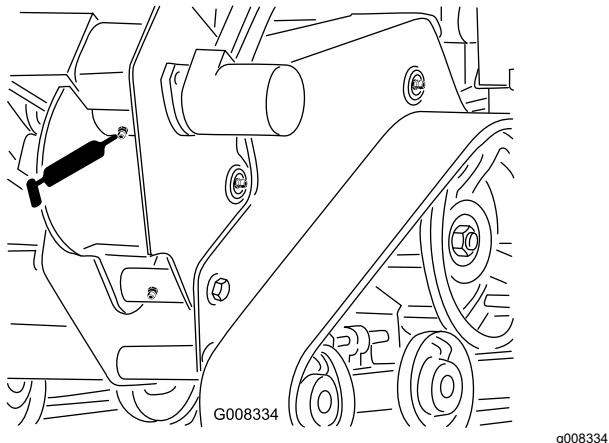

Figura 30
3. Limpie el punto de engrase del alojamiento de la zanjadora con un trapo y conecte una pistola de engrasar (Figura 30).